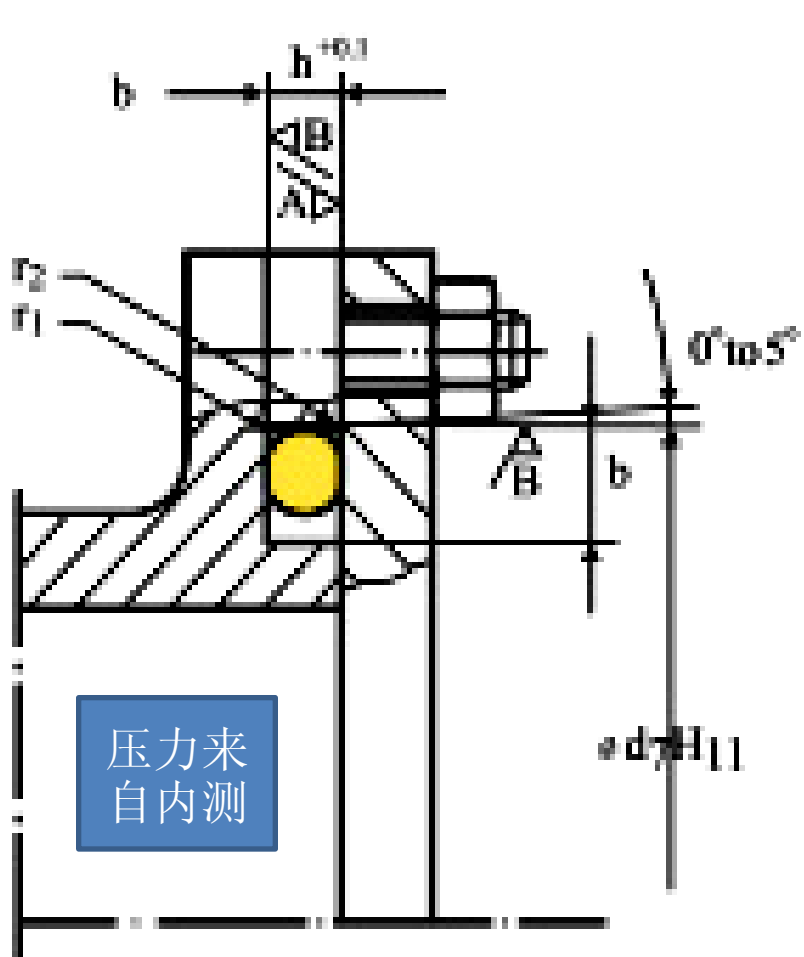

图1端面静密封（压力来自内测）
- 若压力来自内测，则O形圈的外径应该与沟槽的外径接触（其周长压缩1%~3%），如下图1